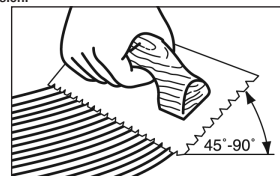

Figura 3
- Los tiempos de exposición y curado de TODOS los adhesivos varían dependiendo de la porosidad del contrapiso, el movimiento del aire, la humedad y la temperatura de la habitación. El adhesivo de uretano tiene un tiempo reducido para trabajarlo en ambientes de humedad alta. En áreas de poca humedad, los tiempos de exposición al aire serán más prolongados con los adhesivos de uretano y menos prolongados con algunos otros adhesivos. Ajuste consecuentemente la cantidad de extensión del adhesivo en el contrapiso. El adhesivo no debe aplicarse si la temperatura del contrapiso o de la habitación es inferior a 60° F (16° C). Mantenga firmemente el palustre a un ángulo mínimo de 45° (Figura 3) contra el contrapiso para obtener una tasa de cubrimiento por galón de 50-60 pies² (4-5.5 m²), 20-30 pies² (1.85-2.6 m²) por galón para esparcir el Bruce® Summit Select o Bruce® ProConnect Plus con los palustres recomendados). El palustre dejará crestas de adhesivo y muy poco adhesivo entre las crestas. Este método le permitirá continuar viendo los cordales entizados entre las crestas y le proporcionará el índice de extensión recomendado.